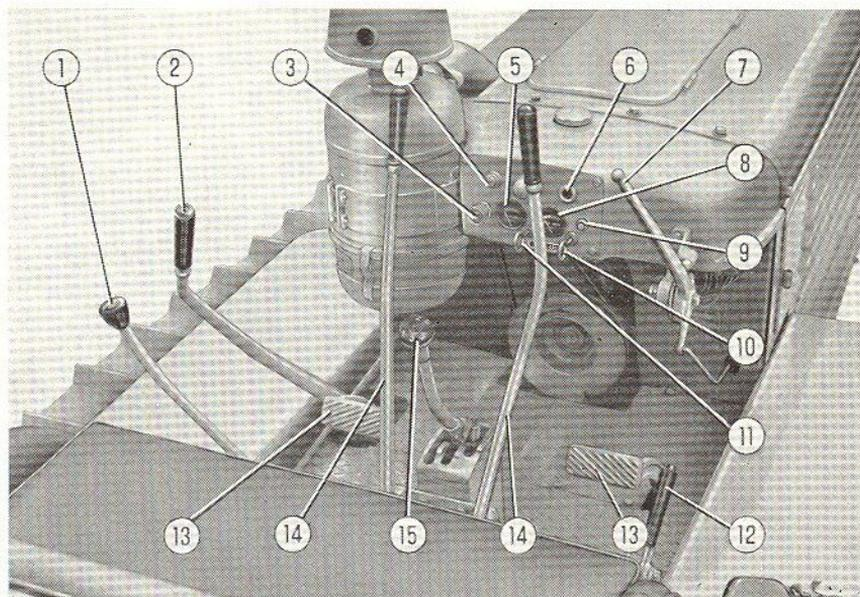

Fig. 5. - Appareils et commandes.
5. Fermez la prise d'air du moteur à essence en poussant en arrière le tirant relatif (10, fig. 5); tirez aussi en arrière le tirant de commande d'accélérateur (11, fig. 5). La prise d'air peut rester ouverte quand le moteur à essence est chaud.
10. Une fois le moteur Diesel lancé, arrêtez le moteur de démarrage en appuyant sur le bouton de masse de la magnéto (9, fig. 5). Fermez le robinet du réservoir à essence.